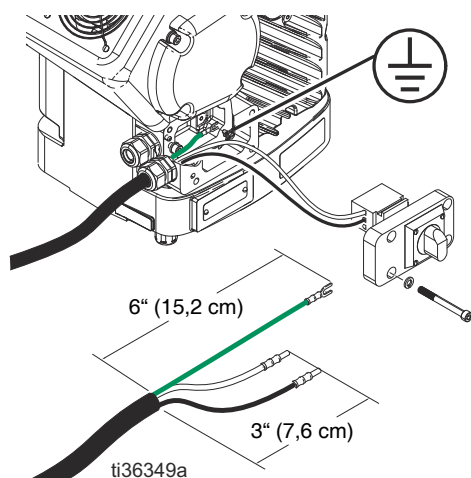

ABB. 1: Netzkabel
- Falls notwendig, Klemmringe verwenden. Siehe **ABB. 1**.